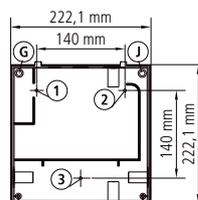
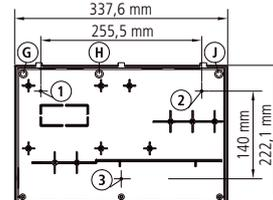

FIG.3a
FIG.3b
- 3 Löcher zur Befestigung des Gehäuses an den angegebenen Punkten 1, 2, 3 durchführen (Abb.3a oder Abb.3b).
- Die Löcher G, H, I mit einem 4-mm Bohrer fertig bohren (Abb.3a oder Abb.3b).
- Die Frontplatte über die Tafel mit dem Gehäuse verbinden und die 45 mm Schrauben durch die Löcher D, E, F, G, H, I einführen und anziehen (Abb.3a oder Abb.3b).